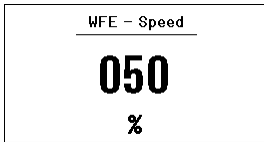

Fig. 35:
A estação de soldar WX 1 detecta automaticamente que aparelho auxiliar está ligado. A estação de soldar WX 1 mostra à esquerda (interface frontal (23), ver Fig. 35) ou à direita (interface traseira) o símbolo ou o nome do aparelho auxiliar ligado (23/18).